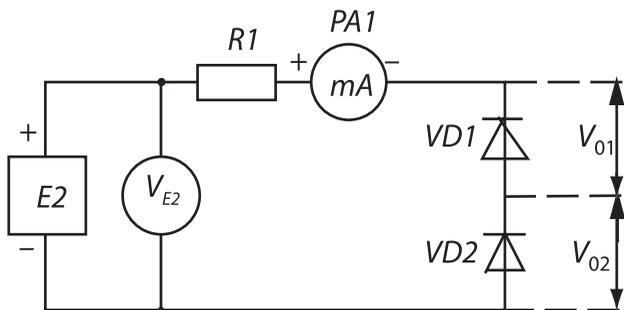

Рис. 1.4
3. Выключить $E1$, заменить в схеме рис. 1.4 диод $VD1$ на $VD2$, включить $E1$ и повторить операции п.2. Прямую ветвь вольт-амперной характеристики (ВАХ) $VD2$ построить на одном рисунке с ВАХ $VD1$. Необходимо убедиться в идентичности теоретической и опытной характеристик.
Собрать схему (рис. 1.4), установить напряжение $E2$ равным 30 В, измерить обратный ток диодов $I_{обр}$ и обратное напряжение